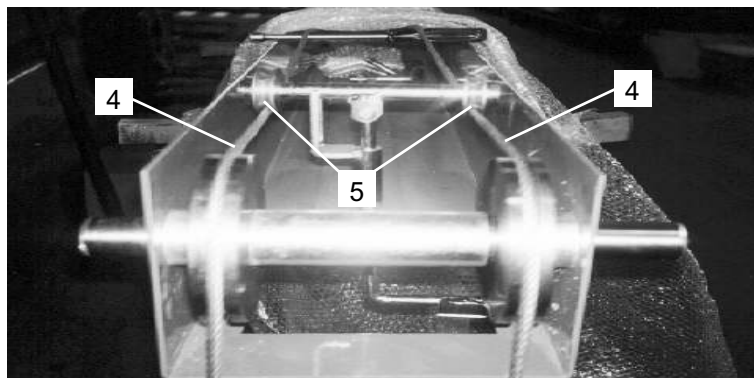

Fig. 43b
- 2-Verificare che le funi (4) siano alloggiare correttamente nella parte inferiore all'interno delle gole delle due puleggie (5) del sensore (Fig. 43b).
- 2-Check that the cables (4) are correctly positioned in the lower part inside the races of the 2 sensor pulleys(5) Fig. 43b.